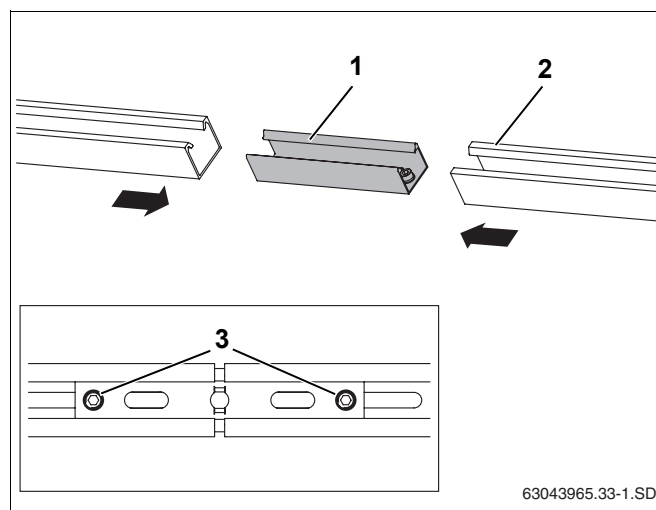

Рис. 31 Соединение профильных реек
- Задвинуть до упора вставку (рис. 31, **поз. 1**) в обе профильные рейки (рис. 31, **поз. 2**).
- Для фиксации затянуть ключом SW 5 оба предварительно установленных стопорных винта M10 (рис. 31, **поз. 3**).